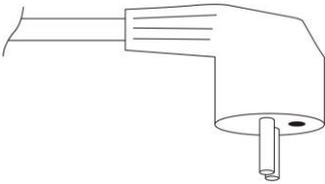
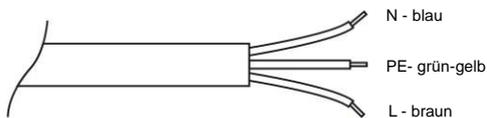

Abbildung 7
Abbildung 8
Der Heizkörper IQ Line Touch (AL) kann mit einem Netzkabel an das Stromnetz angeschlossen werden, das entweder mit einem Eurostecker (IEC 60884-1, SS VII-CEE 7) abgeschlossen ist, Abb. 7, oder das Netzkabel ist mit losen Enden abgeschlossen, siehe Abb. 8. Mit diesen Anschlüssen kann der Heizkörper über die Installationsdose direkt an das Stromnetz des Gebäudes angeschlossen werden.